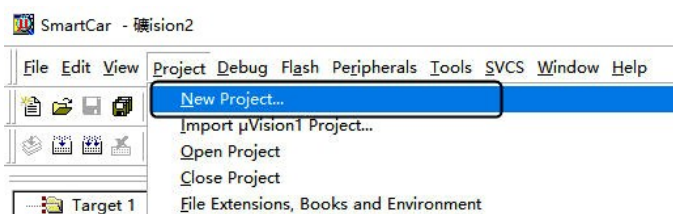
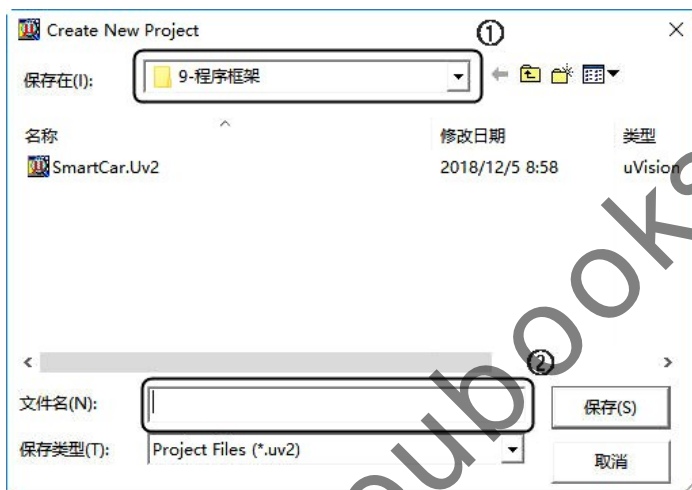

图 2-30 新建工程操作
图 2-31 新建工程对话框
双击桌面 Keil 图标启动软件,单击菜单项 Project→New Project,如图 2-30所示操作。弹出新建工程对话框,如图 2-31 所示,①为工程存放位置,②为工程名。